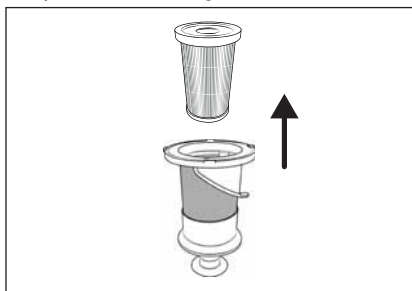

Fig. 21
- 4) Retirez le filtre EPA **5** du filtre en acier inoxydable **6**, en saisissant l'ouverture du filtre EPA **5** et en le sortant du filtre en acier inoxydable **6** (voir fig. 21).